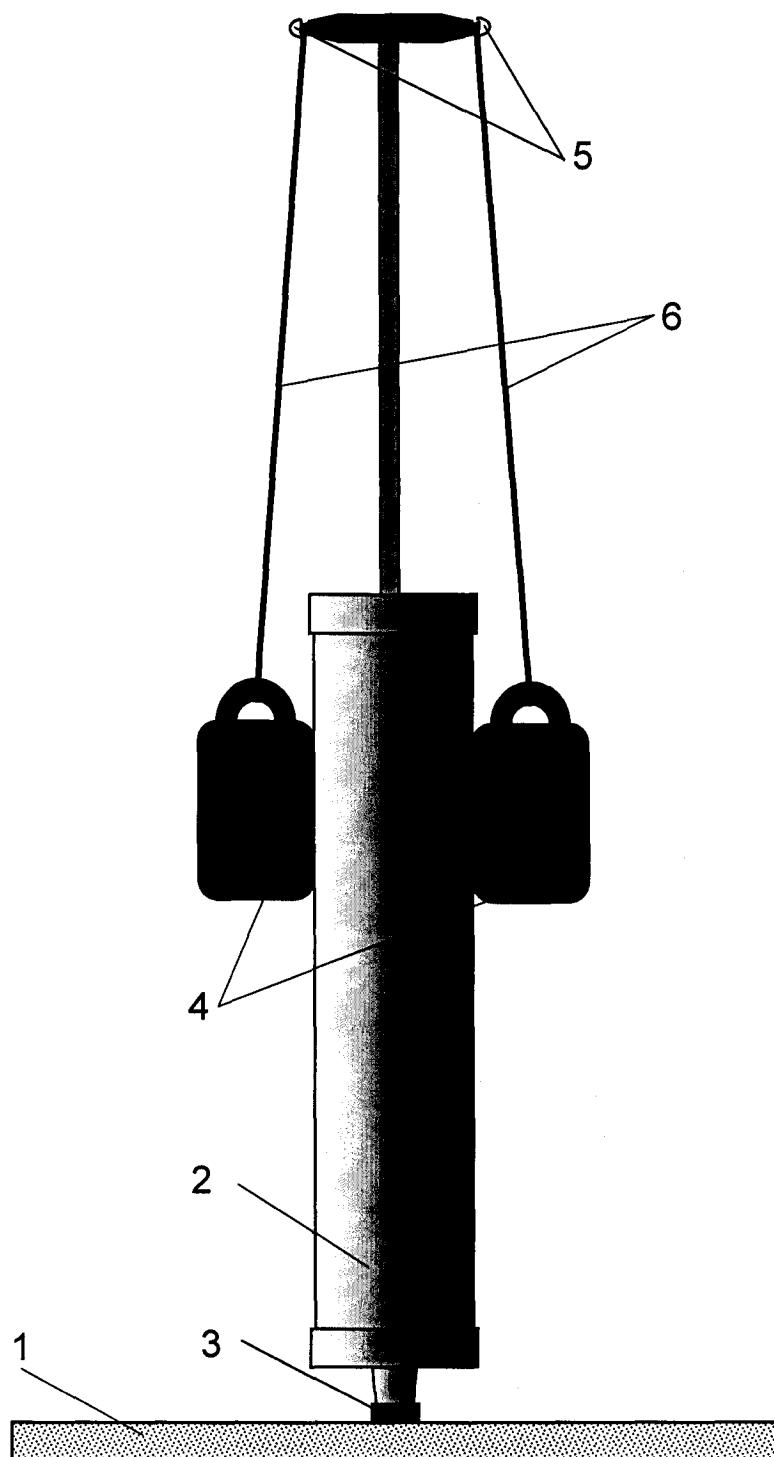

Рис. 2. Проверка герметичности дозатора
- 3.6.2.4 Устанавливают дозатор вертикально, как показано на рис. 2.